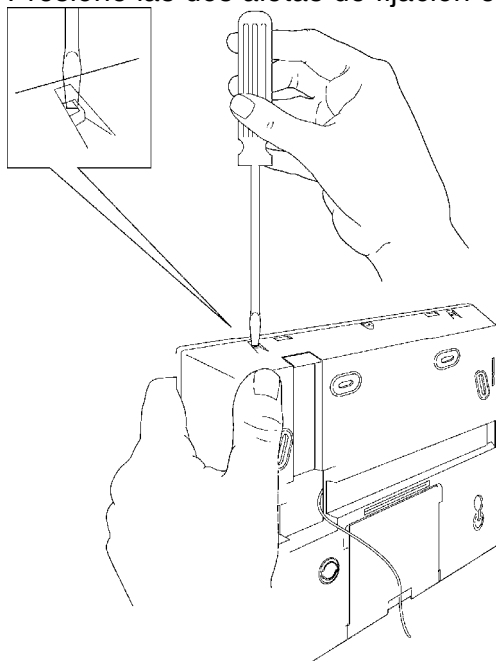

Figura 2-2: Abriendo el bastidor del WisDom
- ❖ Presione las dos aletas de fijación en el fondo de la unidad (ver figura 2-2).
- ❖ Sostenga suavemente el panel delantero de ambos lados, tire de él hasta un ángulo de 45° y deslícelo hacia el frente para liberar el panel delantero de las dos aletas de fijación en la parte superior de la unidad, ver figura 2-2. (NO abra